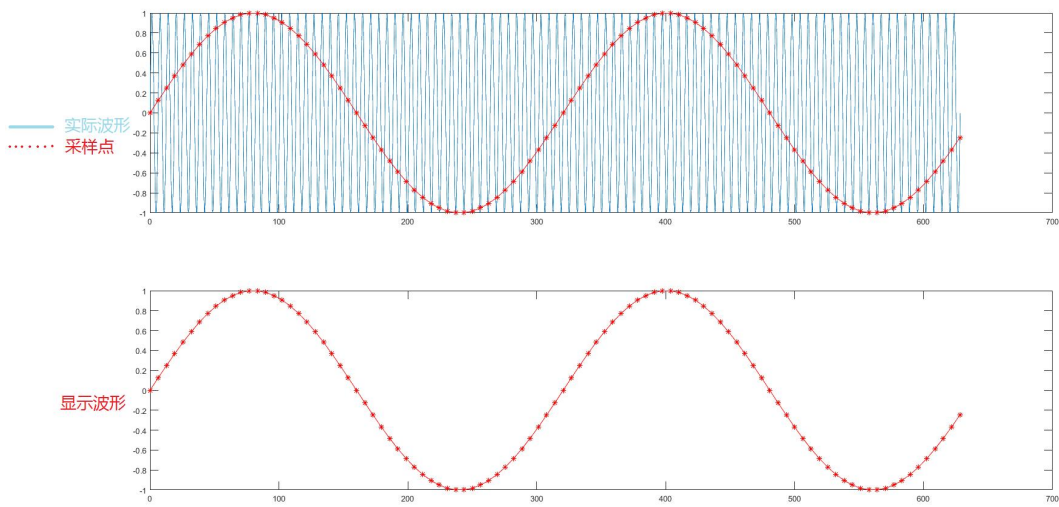

图 10-2
- **波形混叠**：由于采样率低于实际信号频率的 2 倍（Nyquist Frequency，奈奎斯特频率），对采样数据进行重建时的波形频率小于实际信号的频率，如下图 10-2 所示。